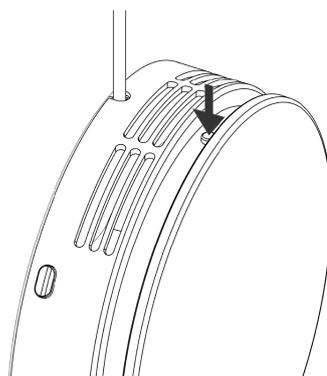

Figure 27 - Démarrez la centrale.
2. Appuyez sur le bouton du haut pour démarrer la centrale (voir Figure 27 ci-dessous). La centrale démarre sur le réglage de ventilation le plus bas. Laissez-la fonctionner de 30 secondes à 1 minute sur ce réglage. Vous devez sentir un léger flux d'air en provenance des grilles du haut et écouter si la centrale fonctionne.